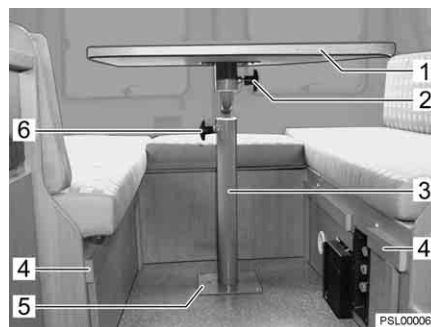

Fig. 19 Table fixe de la dînette arrière
- Desserrer les vis moletées (Fig. 19,2 et 6).
- Déplacer le plateau (Fig. 19,1) dans la position désirée.
- Desserrer la vis moletée (Fig. 19,2).
- Soulever le plateau de table (Fig. 19,1).
- Tourner le pied de table (Fig. 19,3) dans le sens inverse des aiguilles d'une montre, pour le faire sortir de son logement, et le mettre de côté.
- Poser le plateau de table sur les supports (Fig. 19,4), sur les banquettes.